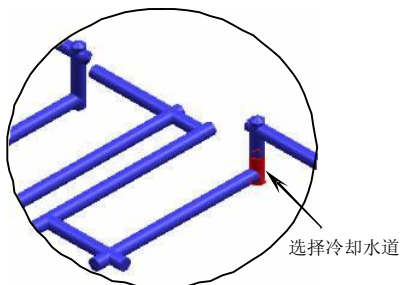

图5-115
16. 在【注塑模向导】工具条中单击【冷却】按钮，弹出【Cooling Component Design】对话框。选择冷却水道，如图 5-115 所示，选择【O-RING】选项，在【ID】下拉列表中选择【10】选项，然后单击 按钮创建防水圈，如图 5-116 所示。